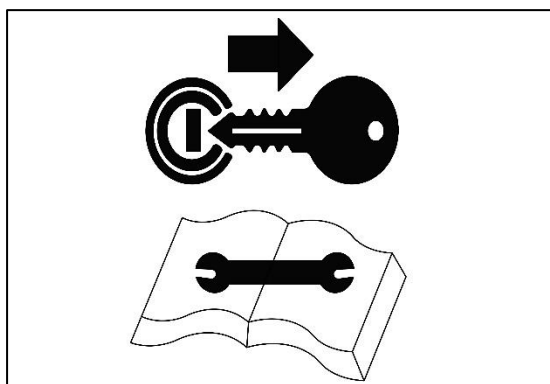

Fig. 71 - MOTOR STOPPEN EN DE SLEUTEL VERWIJDEREN
- Zet de motor uit en neem de sleutel mee (Fig. 71).